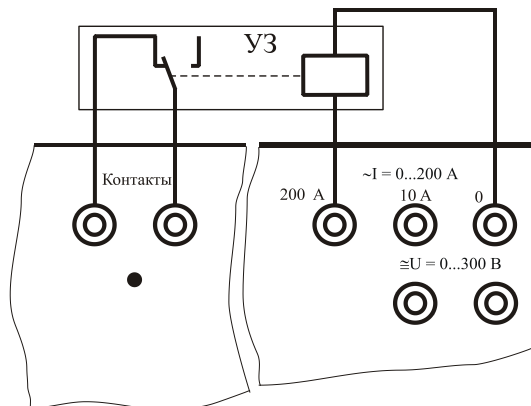

Рисунок 5 – Измерение временных характеристик
8.3.4.2 Контакты проверяемого реле подключить к гнездам «Контакты» (см. рис. 5).